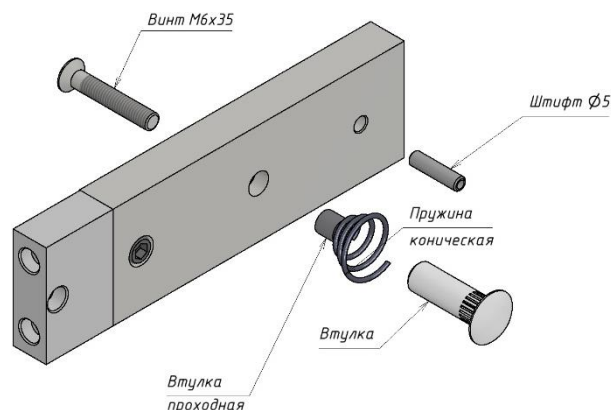

Рисунок 2 - Комплект крепления якоря
- винт M6x16 (потайн.) под ключ S4 (11).....1 шт.
- якорь (12).....1 шт.
- пружина коническая (13) (из комплекта крепления якоря) .....1 шт.
- пластина крепления якоря (14).....1 шт.
- комплект крепления якоря (рисунок 2).....1 шт.
- с помощью комплекта крепления якоря с отверстиями в двери для винта крепления якоря и фиксирующего штифта (рисунок 2);